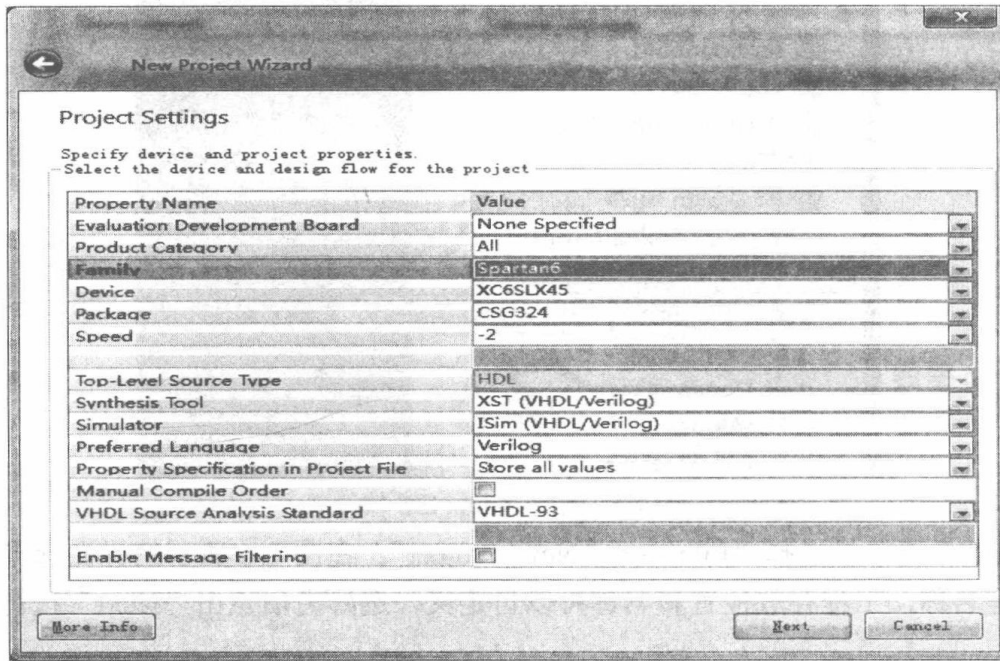

图 1-7 在新建工程中选择 FPGA 型号
(3) 在图 1-7 所示界面的 Family、Device、Package 和 Speed 栏分别选择 Spartan6、XC6SLX45、CSG324 和-2，这些选项将 FPGA 的芯片型号确定为 Spartan-6 LX45 CSG324。选好之后点击“Next”按钮，再点击“Finish”按钮。